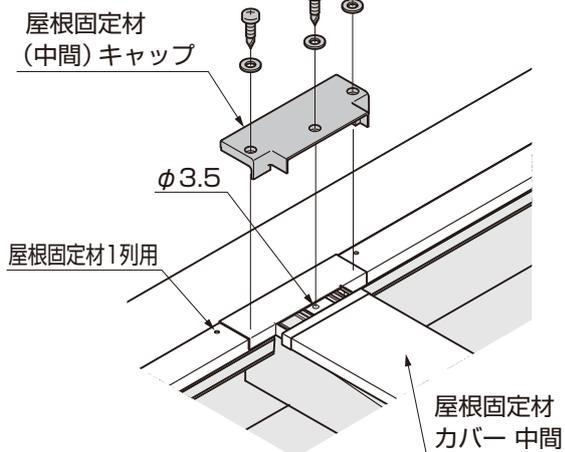

図9-19
⑤フレームに屋根固定材キャップを取付けるための下穴φ3.5をあけてください。(図9-19、図9-20参照)
⑥屋根固定材キャップを屋根固定材1列用、フレームに【3-2】、【3-7】で取付けてください。(図9-19、図9-20参照)